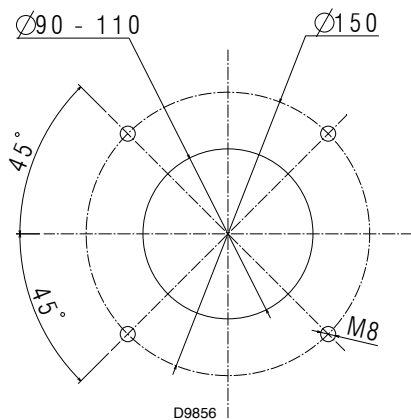

Fig. 6
- Perfore la placa de la caldera como se indica en la Fig. 6 (en cumplimiento con EN 226).